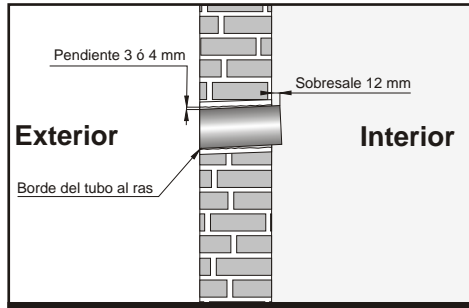

Fig.10
- Asegúrese que el Tubo **sobresalga 12 mm del lado interno** de la pared y que queda **al ras del lado exterior** (Fig. 10).